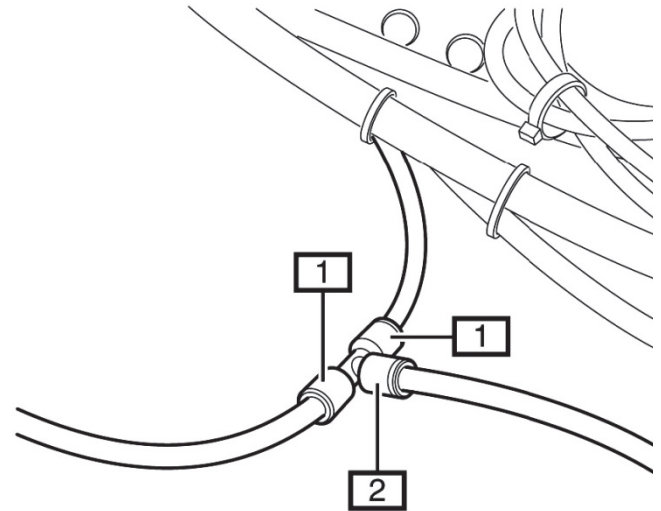

Fig. 4: 1 Leitungsverbinder / Pipe connector / Connecteur / Conector de conductos
- Das Luftrohr (1) zum Luftfederbalg (2) mit einem Polyamidrohr-Abschneider trennen.
- **Fig. 4** Die Enden der durchgetrennten Zuleitung in den Leitungsverbinder (1) fest einstecken und einrasten.
- Cut the air pipe (1) to the air bellows (2) with a polyamide cutter.
- **Fig. 4** Push the ends of the cut pipe into the pipe connector (1) until they snap into place.
- Couper le tuyau d'aérage (1) menant au soufflet de suspension pneumatique (2) avec une cisaille à tube en polyamide.
- **Fig. 4** Insérer solidement et bloquer les extrémités de la conduite coupée sur le connecteur (1).
- Cortar el tubo de aire (1) del fuelle del resorte neumático (2) con un dispositivo para cortar tubos de poliamida.
- **Fig. 4** Insertar fijamente los extremos de los conductos en el conector (1) hasta que engranenen.